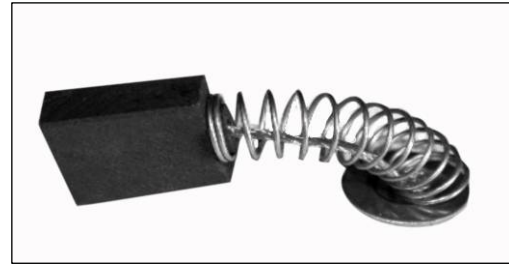

Рис. 14
Заменяйте угольные щетки (Рис.14), когда они изношены до 4,8 мм их длины. Щетки необходимо менять парами. Для безопасной и надежной работы пилы помните, что ремонт, обслуживание и регулировка должны проводиться в условиях сертифицированных сервисных центров с использованием только оригинальных запасных частей и расходных материалов.
11. УСТАНОВКА ОБРАБАТЫВАЕМОЙ ЗАГОТОВКИ (Рис.14)